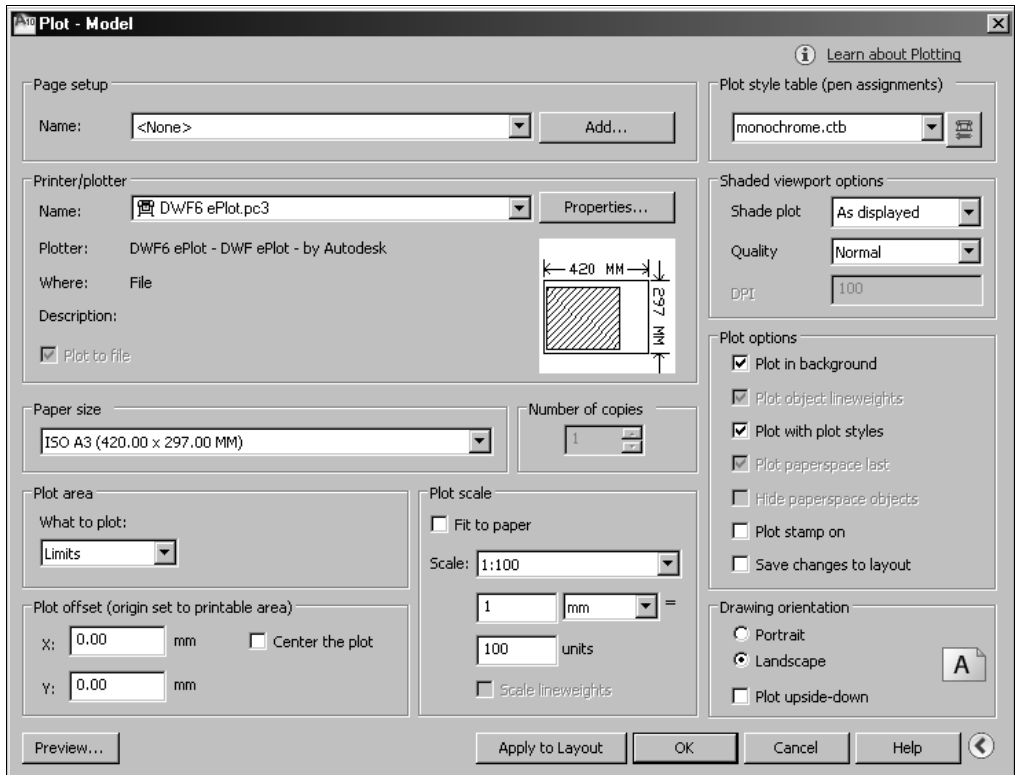

Рис. 23.2. Развернутое диалоговое окно для настройки печати чертежа из пространства модели
6. Нажмите кнопку со стрелкой в правом нижнем углу диалогового окна **Plot - Model** (Печать - модель) и разверните вторую половину диалогового окна. Выполните на ней следующие настроечные операции (рис. 23.2):
4. В появившемся диалоговом окне **Page Setup LayoutN** (Настройка параметров печати — ЛистN), которое аналогично диалоговому окну **Plot - Model** (Печать - модель) (см. рис. 23.2), в котором выполните такие же настройки, как и при печати из пространства модели. Исключение составит поле **Plot area**